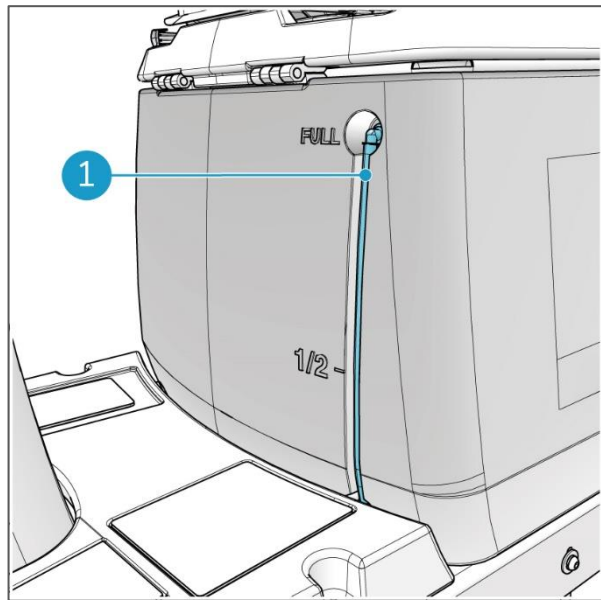

Figura 6
El indicador óptico del nivel de solución está en el depósito de solución (Figura 6, pos. 1) situado debajo del asiento. Así se garantiza que se puede comprobar el nivel de solución del depósito al llenarlo. El interruptor flotante dentro del depósito evita que la bomba se seque. Cuando se activa, se detienen todas las funciones de limpieza de la i-drive®. Aún puedes conducirla.